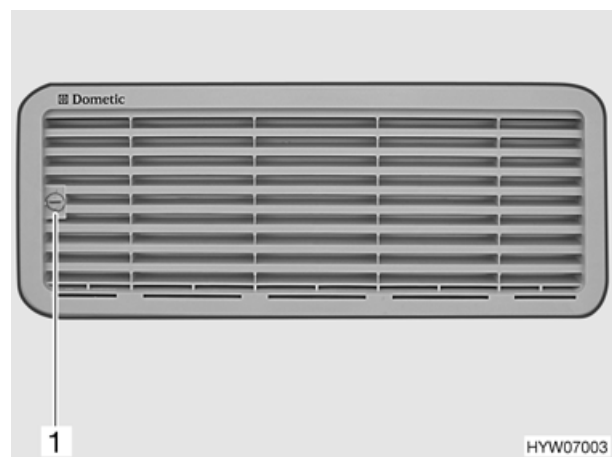

Bild 75 Kühlschrank-Lüftungsgitter (Variante 1)
- Schraube (Bild 75,1) mit Hilfe einer Münze eine viertel Umdrehung drehen.